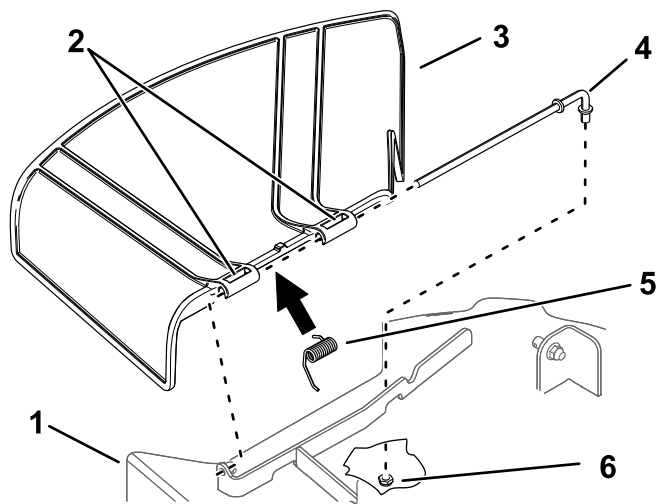

Figura 65
1. Retire la tuerca ($\frac{3}{8}$ ") de la varilla (debajo del cortacésped) (Figura 65).
2. Retire la varilla del soporte de la carcasa, del muelle y del deflector de hierba (Figura 65).
4. Instale el deflector de hierba nuevo (Figura 65).
7. Deslice la varilla por el segundo pivote del deflector de hierba (Figura 65).
9. Sujete el extremo trasero de la varilla al cortacésped con una tuerca ($\frac{3}{8}$ "), según se muestra en Figura 65.